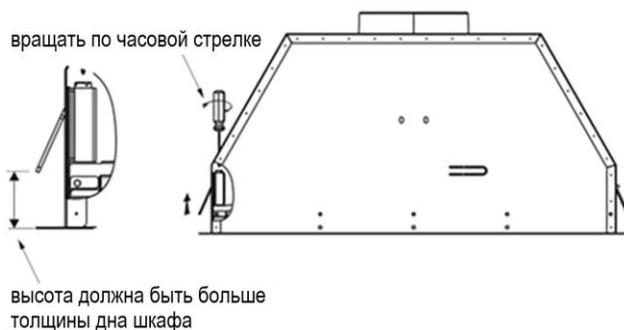

Рис. 2
3. Вращайте винты прижимных пластин по часовой стрелки, чтобы они поднялись на высоту больше толщины дна шкафа. (См. Рис. 2)